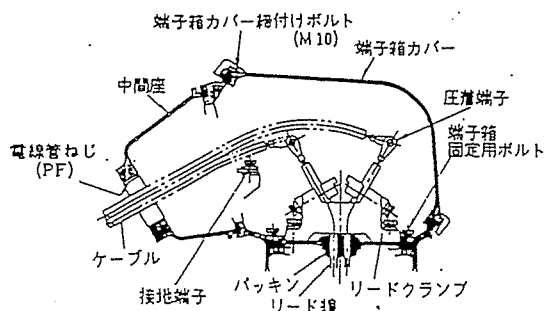

図12 電線管ねじ結合式の構造
- (1) 三相三線式ケーブルのアースが盤側で取られている場合は、モータのフレームを接地し、端子箱内の接地は行わないでください。
- (2) 三相三線式ケーブルのアースが盤側で取られていない場合は、モータのフレームを接地し、ケーブルのアースを端子箱内の接地端子に接続します。
5.5.1 電線管ねじ結合式の場合(図12 参照)